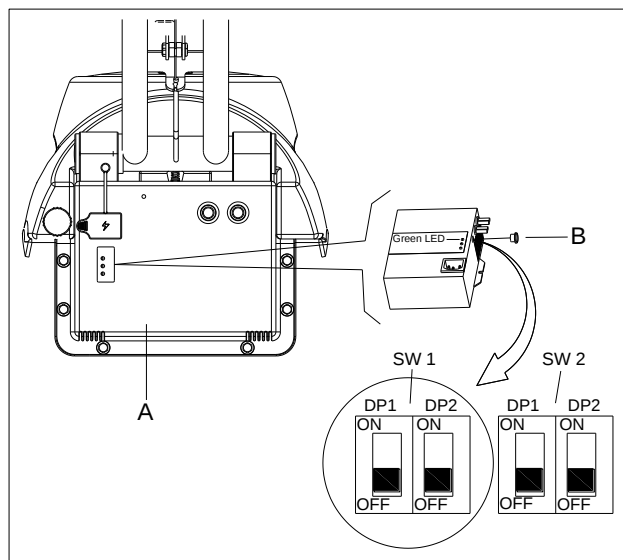

FIGURA 4
1. Apague la máquina y desmonte la tapa (A como en la figura 4) de la máquina. Luego retire la tapa negra redonda ubicada en la parte frontal del cargador (B como en la Figura 4). Encontrará dos set de interruptores DIP (SW1 y SW2) en el cargador.